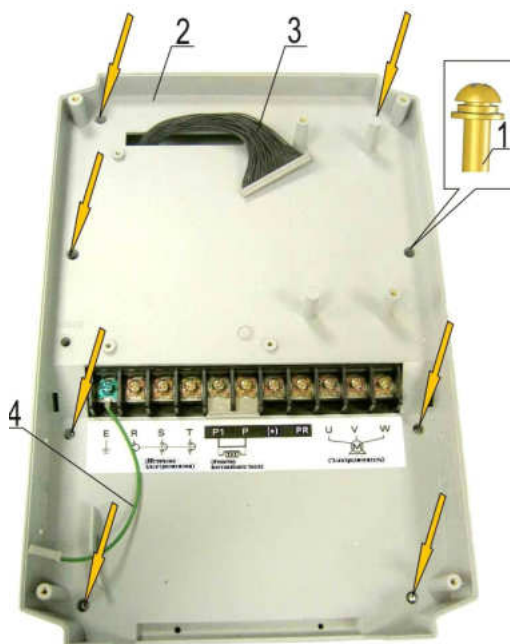

Рис.6.6
6.5.2. Открутить восемь винтов 1 в средней части корпуса 2 (рис. 6.6). Снять среднюю часть корпуса, продев в переходные отверстия корпуса жгут 3 и заземляющий провод 4. Положить винты в тару.